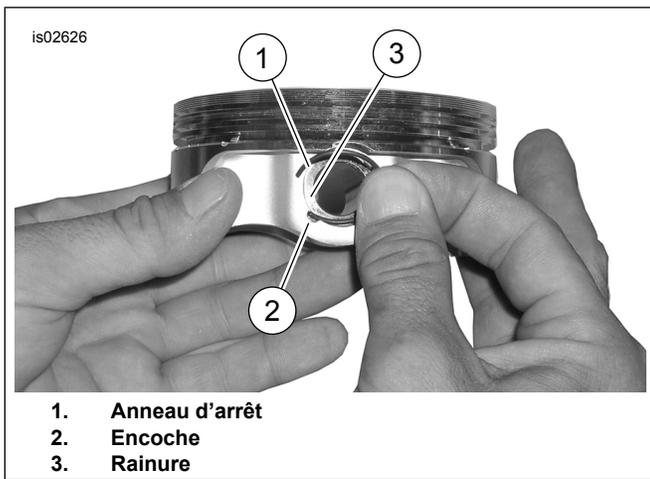

Figure 3. Anneau d'arrêt et piston
1. Consultez Figure 3 . Insérer l'extrémité ouverte de l'anneau d'arrêt (1) dans l'encoche (2) de la rainure (3) autour du bossage du piston de façon à ce que le vide soit à la position 12 h ou 6 h au moment de l'installation.